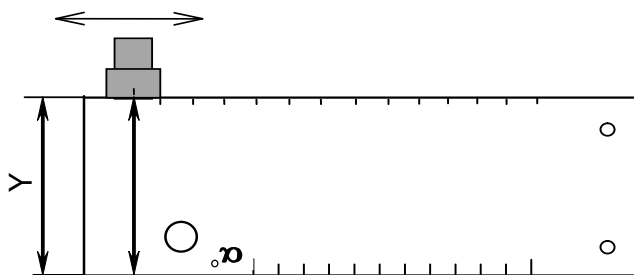

Рисунок 10.6
10.1.7.1.5 Установить ПЭП на поверхность 1 меры №2 в зоне отсутствия искусственных дефектов (рисунок 10.6), предварительно нанеся контактную жидкость. Притирая ПЭП, определить его положение, при котором амплитуда эхо-сигнала от первого донного сигнала будет максимальна. Изменяя усиление кнопками  и , довести вершину эхо-сигнала от 4 до 6 клеток по высоте А-развертки (если при усилении 0 дБ вершина сигнала превышает верхний уровень экрана, то необходимо войти в подменю «ОБЩИЕ ПАРАМЕТРЫ», установить в пункте «Амплитуда» значение «низкая» и вернуться в меню «НАСТРОЙКА»).